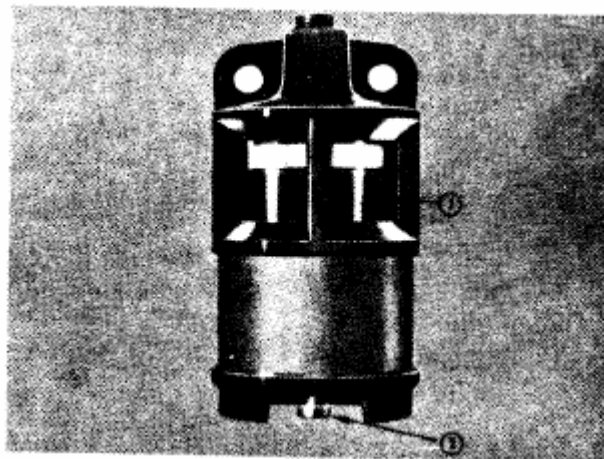

Рис. 2-7. (CGS-20). Индикатор снижения пропускной способности воздухозабора.
Для индикации снижения пропускной способности очистителя воздуха сухого типа может быть использован механический индикатор. Этот прибор может быть установлен в выпуске очистителя воздуха или на приборной панели транспортного средства. Красный флажок (1, Рис. 2-7), находящийся в окне, будет постепенно подниматься по мере того, как патрон будет наполняться пылью. После замены патрона, индикатор необходимо вернуть в исходное положение. Для этого необходимо нажать на кнопку возврата в исходное положение (2).